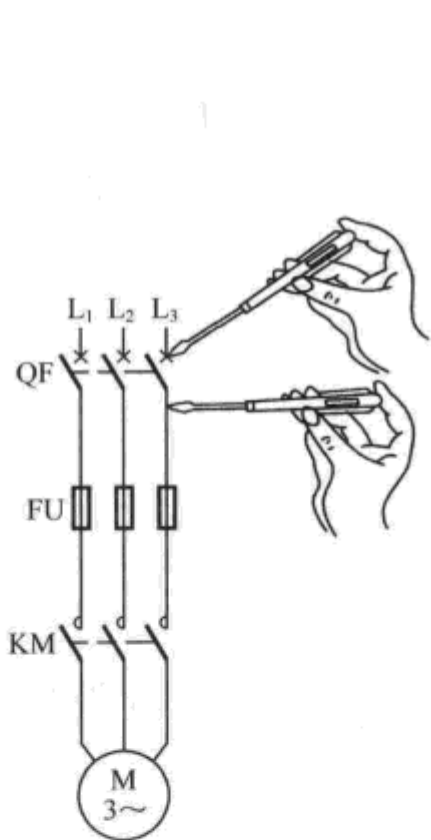

图 5-6 用试电笔检查主电路的断路故障
③ 用试电笔检查主电路断路故障的方法如图 5-6 所示。用试电笔测量  $QF$  的上接线柱有无电压，若无电压，则应检查供电线路；若有电压，则可把  $QF$  合上，测下接线柱。若某相无电压，则要断开电源，检查该相触点的接触情况。